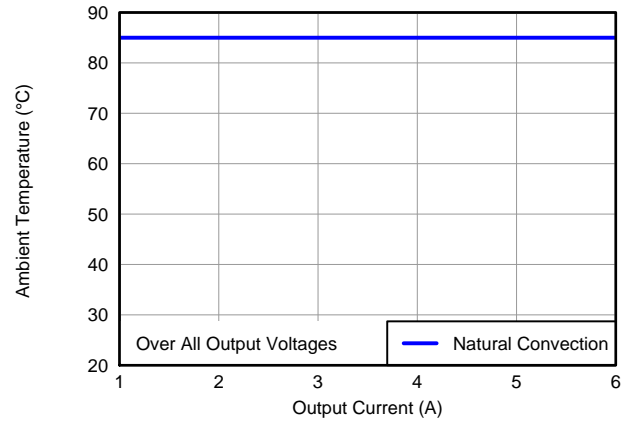

Abbildung 4. Sicherer Betriebsbereich
- (2) Die Temperatur-Derating-Kurven stellen die Bedingungen dar, unter denen interne Komponenten die maximalen Betriebstemperaturvorgaben des Herstellers nicht überschreiten. Die Derating-Grenzwerte gelten für Bauteile, die mit Kupfer (1 oz.) direkt auf eine doppelseitige PCB von 100 mm × 100 mm gelötet wurden. Gilt für Abbildung 4.